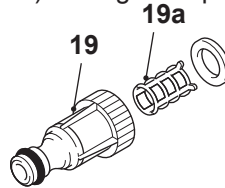

Fig. 19
- > Desenrosque y retire el adaptador de la manguera de entrada de agua (19) de la entrada de agua (14).
- > Desmonte el adaptador de la manguera de entrada de agua (19) (Fig. 19).